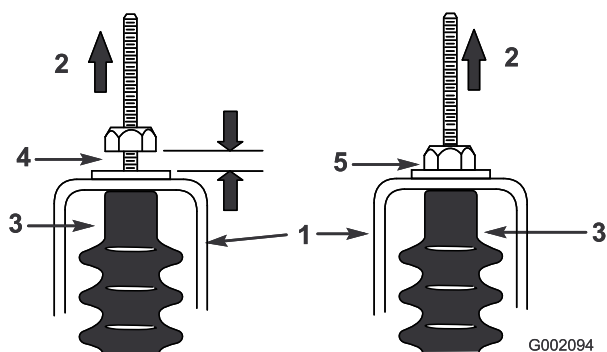

Figura 60
5. Tire hacia arriba de cada cable de cambio y asegúrese de que hay un espacio de 0,76–1,52 mm entre la tuerca/arandela y la pletina de punto muerto (Figura 60).